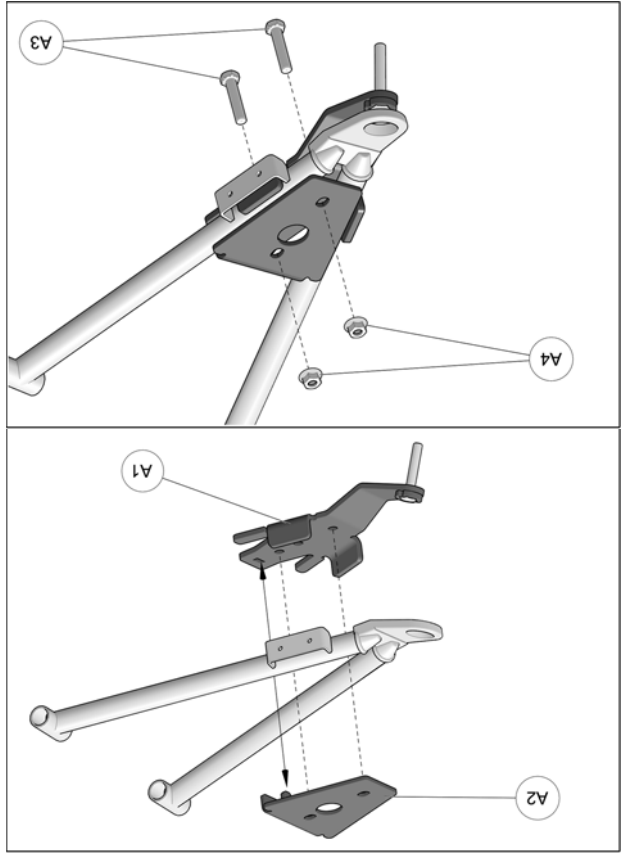

Fig. 17
5. Positionner la partie inférieure de l'ancrage anti-rotation (A1) sous le bras de suspension inférieur. Positionner la partie supérieure (A2) au-dessus du bras de suspension de façon à ce que le trou de la partie supérieure s'aligne avec celui au milieu de la partie inférieure. Insérer les boulons M10x50mm (A3) par le dessus de l'ancrage. Assembler les deux parties avec les écrous (A4) fourni. Serrer l'assemblage à un couple de 50 N•m [37 lb•pi]. Voir la Fig. 17